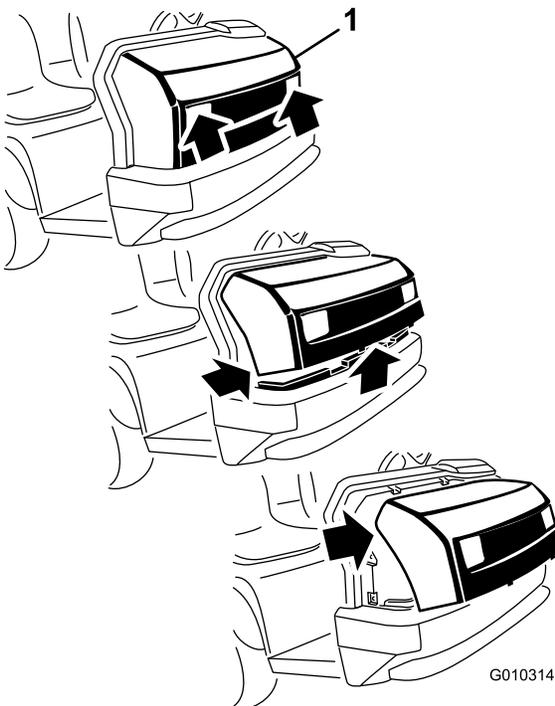

**Figura 37**
- El punto de apoyo del gato en la parte delantera de la máquina se encuentra en el travesaño central delantero del bastidor (Figura 36), y en la parte trasera está debajo del tubo del eje (Figura 37).